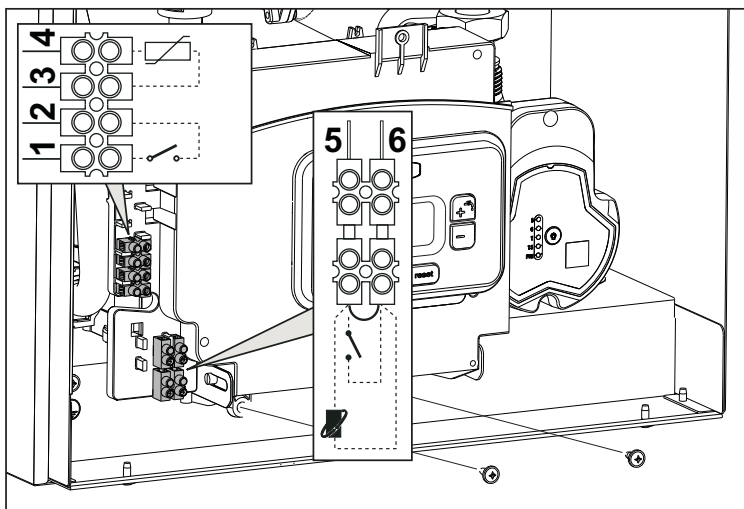
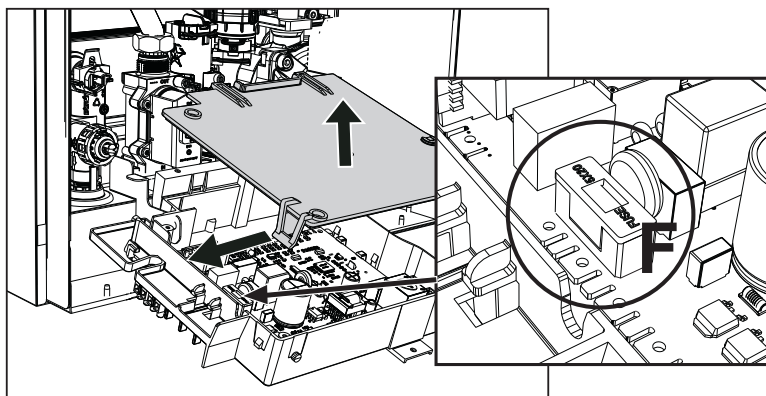

fig. 19
fig. 20
Después de quitar el panel frontal ("Apertura del panel frontal" on page 81) es posible acceder a las borneras (M) y al fusible (F) como se indica a continuación (fig. 19 y fig. 20). **Los bornes indicados en la fig. 19 deben tener contactos secos (no 230 V).** La posición de los bornes para las diferentes conexiones también se ilustra en el esquema eléctrico de la fig. 41.
Configuración del interruptor ON/OFF (A, fig. 20)